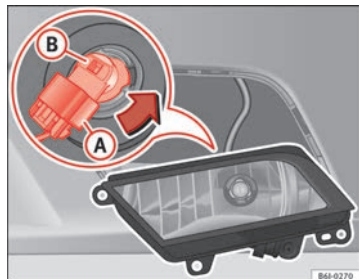

Abb. 164 Nebelscheinwerfer
- Ziehen Sie den Stecker ⇒ Abb. 164 (A) von der Lampe ab.
- Drehen Sie den Lampenträger ⇒ Abb. 164 (B) nach links und ziehen Sie.